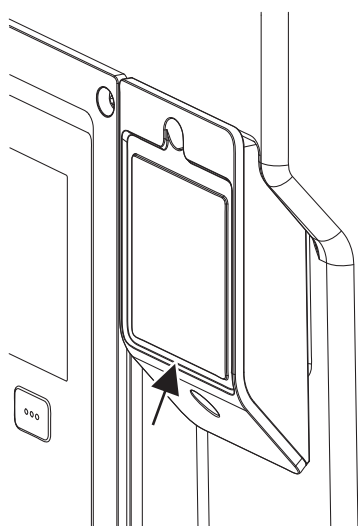

Fig. 28: Afdekking voor Wilo-Smart Connect-module BT
1. Draai de schroef van de Wilo-Smart Connect module-afdekking (Fig. 28) los en open de afdekking.
Vanwege de constructie kan de Wilo-Smart Connect module BT er slechts in één uitrichting op worden gezet. De module zelf wordt verder niet vastgezet. De module-afdekking van de Wilo-Smart Connect (Fig. 28) op het bovendee van de elektronicamodule houdt de module vast in de interface.